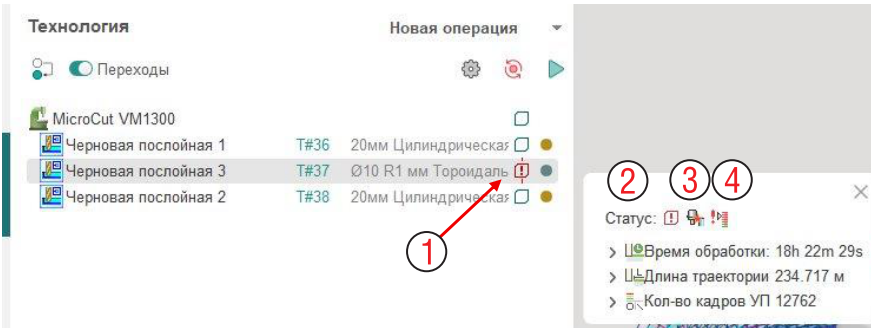

Рис. 9-5. Статус операции и индикация проблем.
Статус операции (1 на рис. 9-5) покажет, что есть проблемы. Нажмите на значок статуса – новое более детальное сообщение появится (2). Иконка (3) говорит о столкновении с державкой, а иконка (4) – о достижении предела